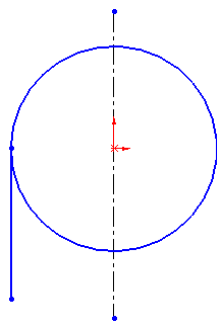

图 6-80 绘制的草图
**05** 绘制草图。在菜单栏中选择“工具”→“草图绘制实体”→“中心线”命令，或者单击“草图”工具栏中的“中心线”图标按钮，绘制一条通过原点的竖直中心线，然后单击“草图”工具栏中的“直线”图标按钮和“圆”图标按钮，绘制如图 6-80 所示的